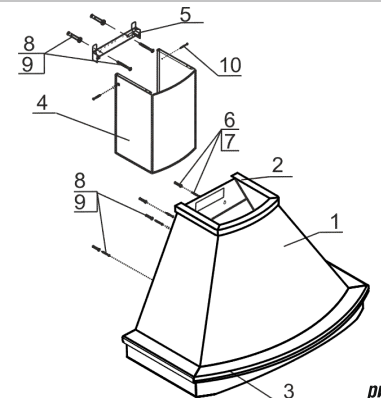

рис. 3
6.1\* Прежде чем повесить кухонную вытяжку, необходимо верхнее деревянное обрамление (поз. 2, рис. 3) приклеить к корпусу вытяжки (поз. 1, рис. 3). Снимите защитную полосу с двухсторонней самоклеящейся ленты, которая наклеена на обрамлении и приклейте его к корпусу вытяжки.